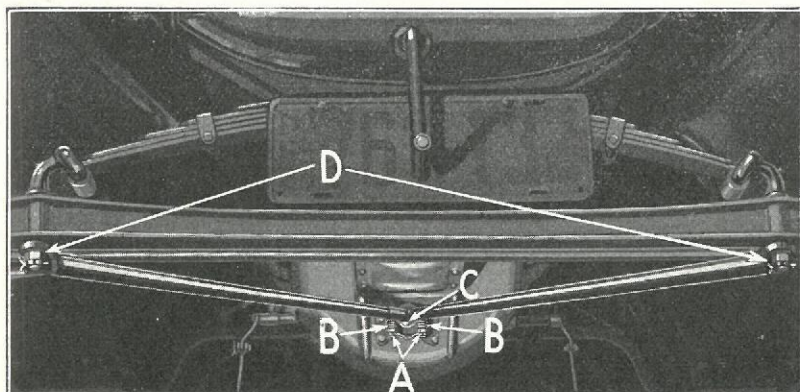

Fig. 379
- 696** Anbring Akslen paa Bukke og Fjederunderlaget paa Fjederen. Sænk Vognenden, indtil Fjederen gaar ind i Forstykket. Forvis Dem om, at Samleboltens Hoved træffer Hullet i Forstykket (Fig. 63). Anbring Nummerpladeholderen samtidig med Spændestykket ved Samlingen af Taskeboltens (Fig. 59) og spænd Møtrikkerne godt til og sikrer dem med Splitter. Anbring lidt Fedt i Trianglens Kugleskaal inden Samlingen. De to Pindbolt-Møtrikker spændes godt til og sikres med en Staaltraad, som vist ved A paa Fig. 379.
- 719** Klip Sikringstraaden over og skru de to Kugleskaalsmøtrikker af (Fig. 379-A), fjern Fjederen »B« og Kugleskaalen »C«.
- 727** Anbring de to fri Ender af Trianglen paa Fjederstøtterne, skru Møtrikkerne til og sikrer dem med Splitter (Fig. 379-D).